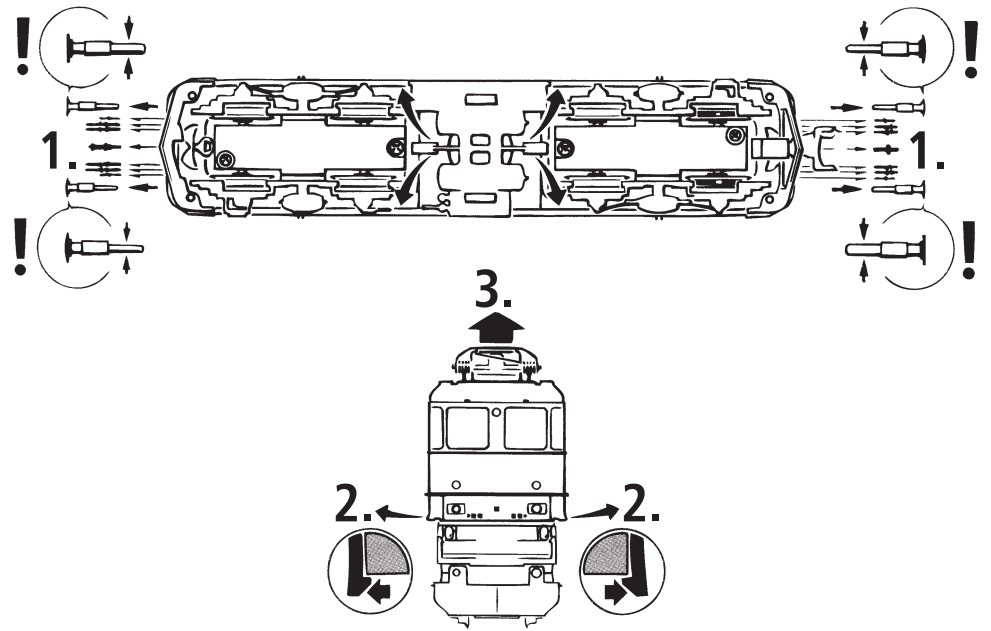

Fig. 4
3. Haftreifenwechsel: Zuerst die Drehgestellblende abnehmen (Fig. 4). Danach den **Radsatz** herausnehmen und die **Haftreifen** mit einer Nadel od. mit einem feinen Schraubendreher abziehen (Fig. 4). Beim Aufziehen der neuen Haftreifen darauf achten, dass diese sich nicht verdrehen.
3. Change of traction tyre: Remove the bogie blind. Take out **wheel set** and remove **traction tyre** using a pin or a fine screwdriver (fig. 4). When pressing on the new traction tyre please **avoid twisting it**.
3. Échange des bandages d'adhérence: Dé- montez d'abord **les flancs de bogies** des en-grenages. Délogez ensuite les essieux bandagés et enlevez, à l'aide d'une aiguille ou d'un tourne-vis fin, les bandages d'adhérence (fig. 4). Lors du montage des nouveaux bandages veuillez veiller à ce que les bandages **ne soient pas tor-dues**.